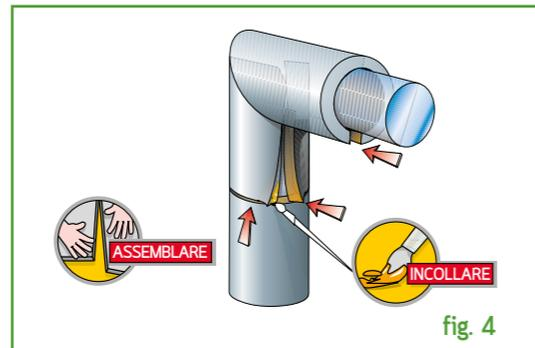

fig. 4
- 4) Rivestire il gomito con il pezzo ottenuto, incollare i bordi del taglio premendoli per farli ben aderire e raccordare con altre guaine rettilinee dello stesso diametro (fig 4)